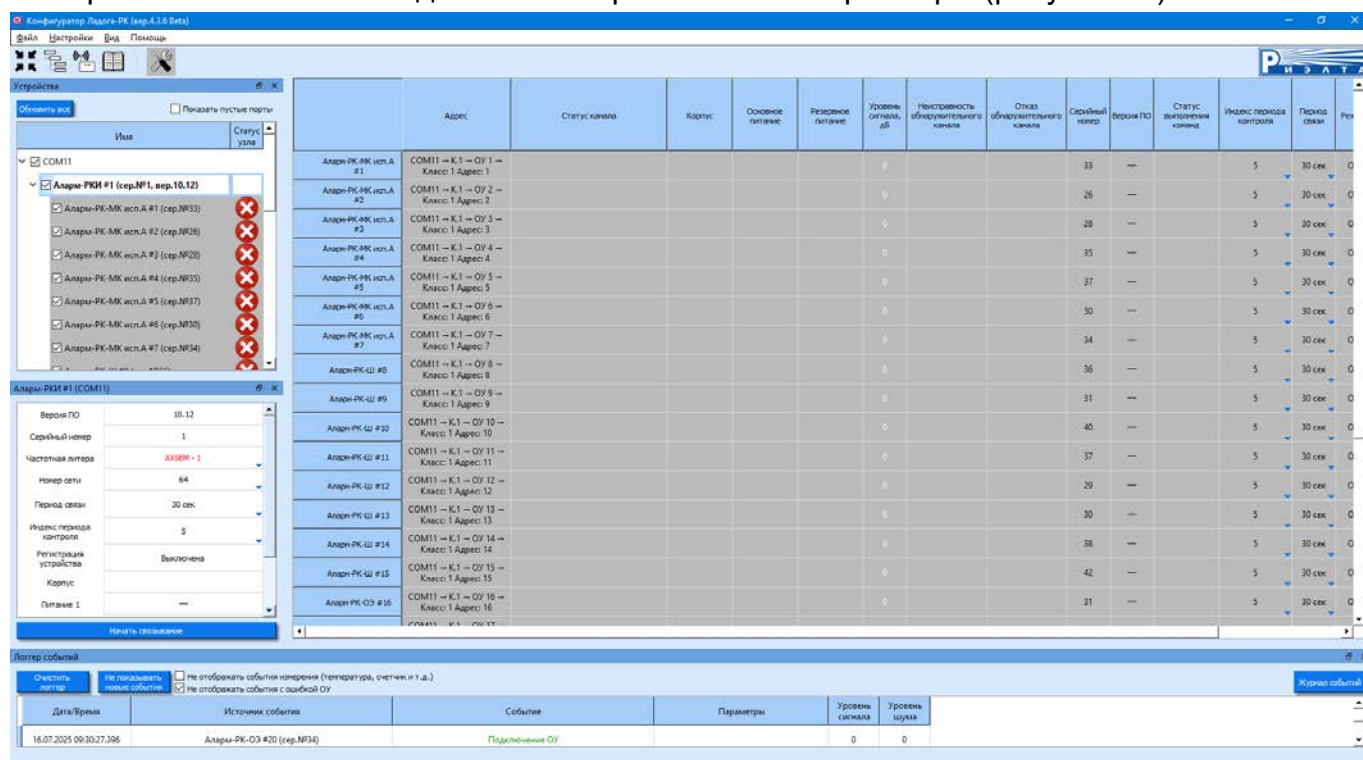

Рисунок 10
3.4.2 Дождитесь обновления информации в конфигураторе «Конфигуратор Ладога-РК». В окне «Имя» должно отобразиться название расширителя - «Аларм-РКИ». В окне расположенном ниже должны отобразиться его параметры (рисунок 10).